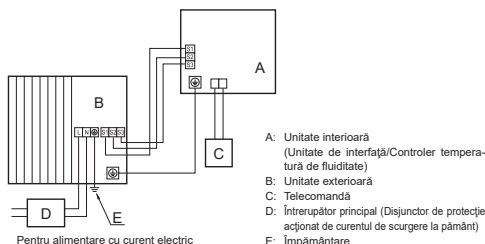
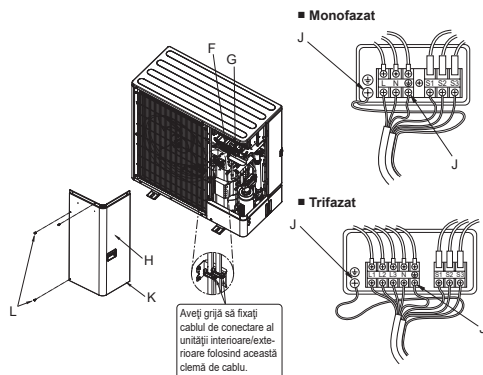

Fig. 7-1
Fig. 7-2
7.1. Unitatea exterioară (Fig. 7-1, Fig. 7-2)
(1) Demontați panoul de întreținere.
(2) Conectați cablurile respectând instrucțiunile din Fig. 7-1 și Fig. 7-2.